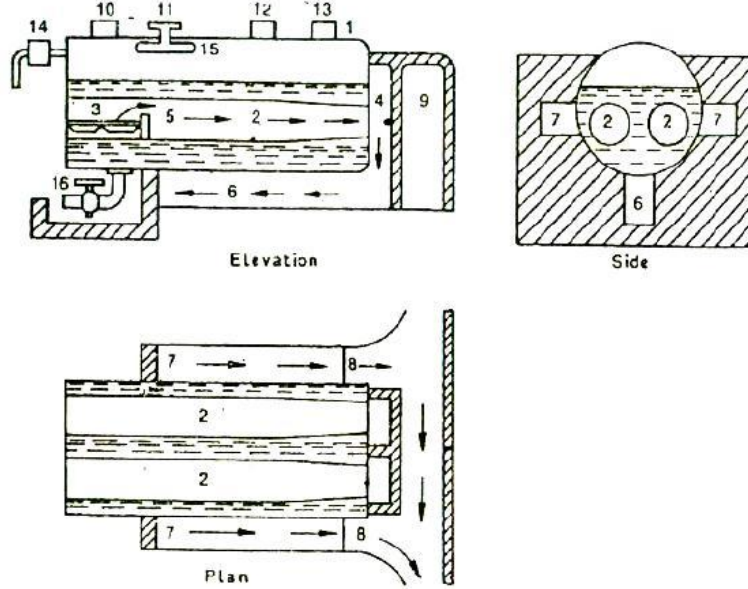

Fig 2.3.3: लॉकेशायर बॉयलर
हा एक स्थिर, फायर ट्यूब (Fire Tube), अंतर्गृहीत, सरळ, आणि प्राकृतिक परिसंचरण बॉयलर आहे. हे त्यात वापरले जातात जेथे उच्च दाब आणि शक्ती आवश्यक असतात. या बॉयलरचा गोलाकार शेल (Round Shell) आहे, ज्याची व्यास (Diameter) 1.75 मीटर ते 2.75 मीटर आणि लांबी 7.25 मीटर ते 9 मीटर असू शकते. त्यात दोन आंतरगृहीत फ्ल्यू ट्यूब्स आहेत, त्यांची व्यास गोलाकार शेलच्या 0.4 वेळा आहे. ह्या प्रकारचा बॉयलर ब्रिक्कमध्ये (Brickwork) ठेवला जातो, जेणेकरून वाहतूक सतहाचा भाग बाह्य शेलवर असतो. लॅंकाशायर बॉयलरची ब्रिक्क सेटिंग Fig 2.3.3 मध्ये दाखविली आहे.
गरम Fuel गॅसेस, आंतरगृहीत फ्ल्यू ट्यूब्स विहित झाल्यानंतर, खालील ट्यूब (6) ला जातात. या धूमतडाचे गॅसेस, बॉयलरच्या पुढे फिरतात ज्यामध्ये ते विभाजित होतात आणि बाजूच्या फ्ल्यू (7) मध्ये वाहतात. नंतर मुख्य फ्ल्यू (9) मध्ये प्रवेश करतात, आणि पुढे चिमणीकडे जातात. डॅम्पर (8) बाजू फ्ल्यूजच्या शेवटी लागला जातो, ज्यावर वायूच्या प्रवाहाची गरज (अर्थात वाहून नेण्याचा दर) नियंत्रित केला जातो आणि असेच वाफ तयार करण्याचा दर व्यवस्थापन केला जातो. या डॅम्पर्सला बॉयलरच्या पुढे एक पुलीवर जाणारी एक दोरी द्वारे संचालित केले जाते. एक स्प्रिंग लोडेड सुरक्षा वाल्व (Spring Loaded Safety Valve) (10) आणि थांब वाल्व (Stop Valve) (11) Fig 2.3.3 मध्ये दाखवले आहे. थांब वाल्व आवश्यक असल्यानुसार इंजिनला वाफ पुरवते.